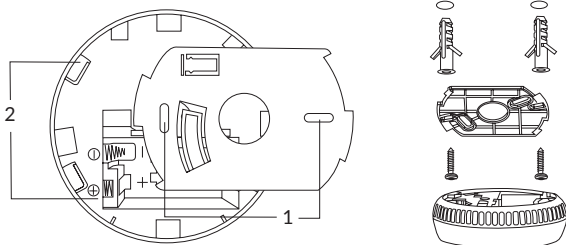

Abb. 9
- 6.5.** Zur Montage des Geräts befestigen Sie den Sockel an der Decke: Markieren Sie die Montagestelle, bohren Sie Löcher und befestigen Sie den Sockel mit den im Set enthaltenen Dübeln und Schrauben. Befestigen Sie anschließend das Gehäuse des Geräts, indem Sie die zwei charakteristischen Haken am Rand des Sockels (Abb. 9) in die länglichen Öffnungen im Gehäuse einsetzen. Drehen Sie zum Schluss das Gehäuse im Uhrzeigersinn, um es zu befestigen.